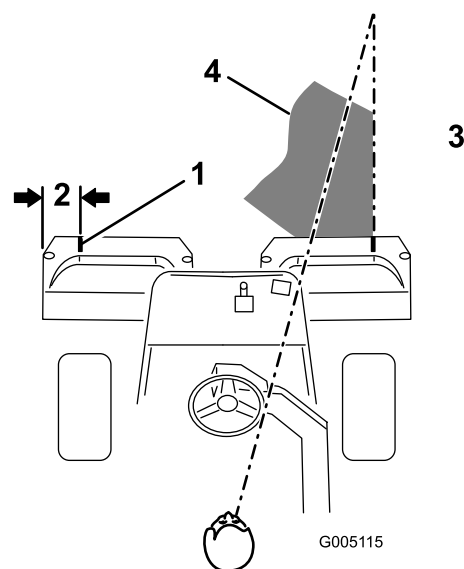

図 38
2. その位置に白色テープか白ペンキで集草箱の縁と平行に目印を入れる（図 38）。